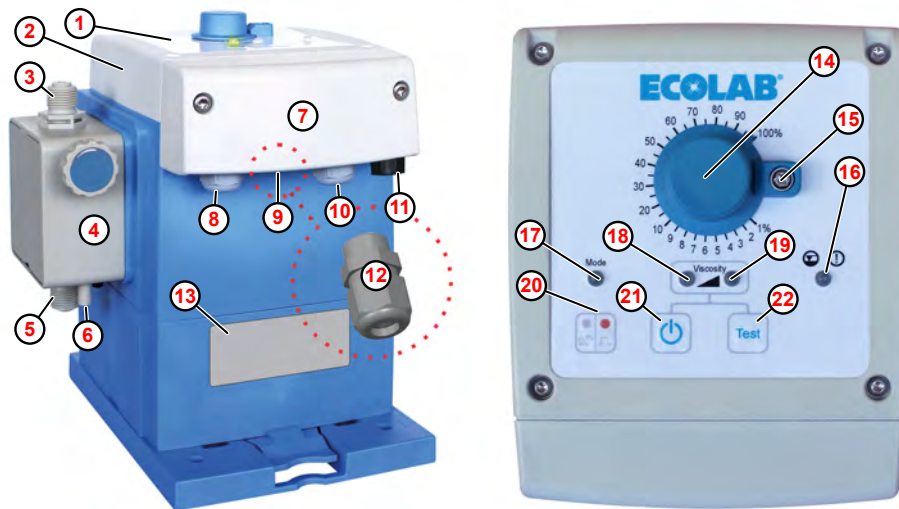

Fig. 1: Estructura y elementos de mando «EcoUp»
Para la conexión del cable de la señal de alarma, el paquete adicional de la bomba contiene un racor atornillado para cables M12 x 1,5 (Fig. 1, ⑫) correspondiente.
–  $DE \varnothing = 5,1-5,7 \text{ mm}$  ( ⑧ - ⑩ ).